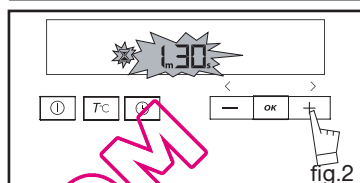

fig.2
- Ajuste el tiempo elegido pulsando los mandos + o - (fig.2).